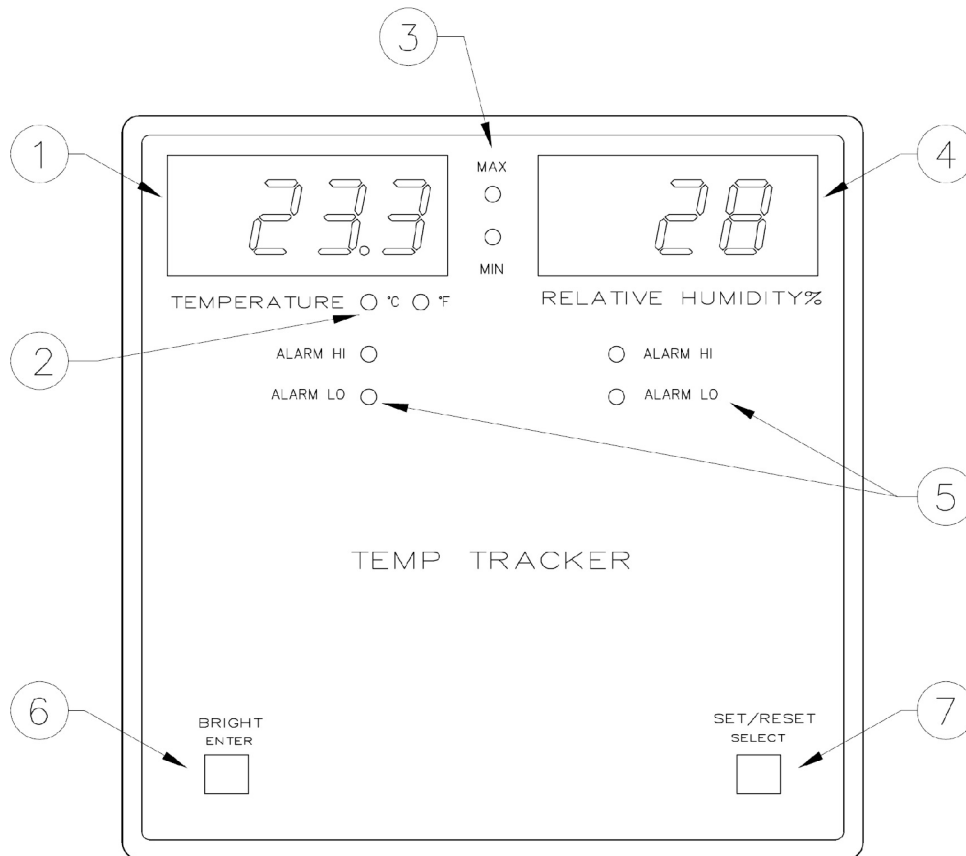
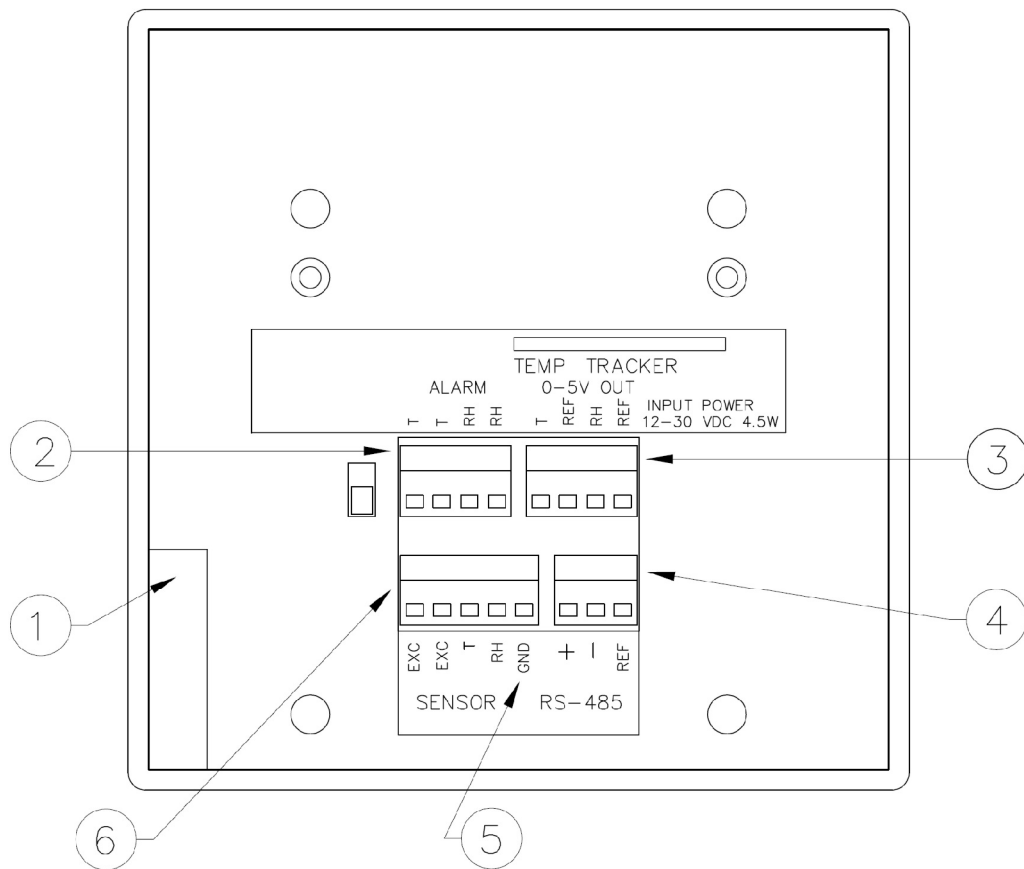
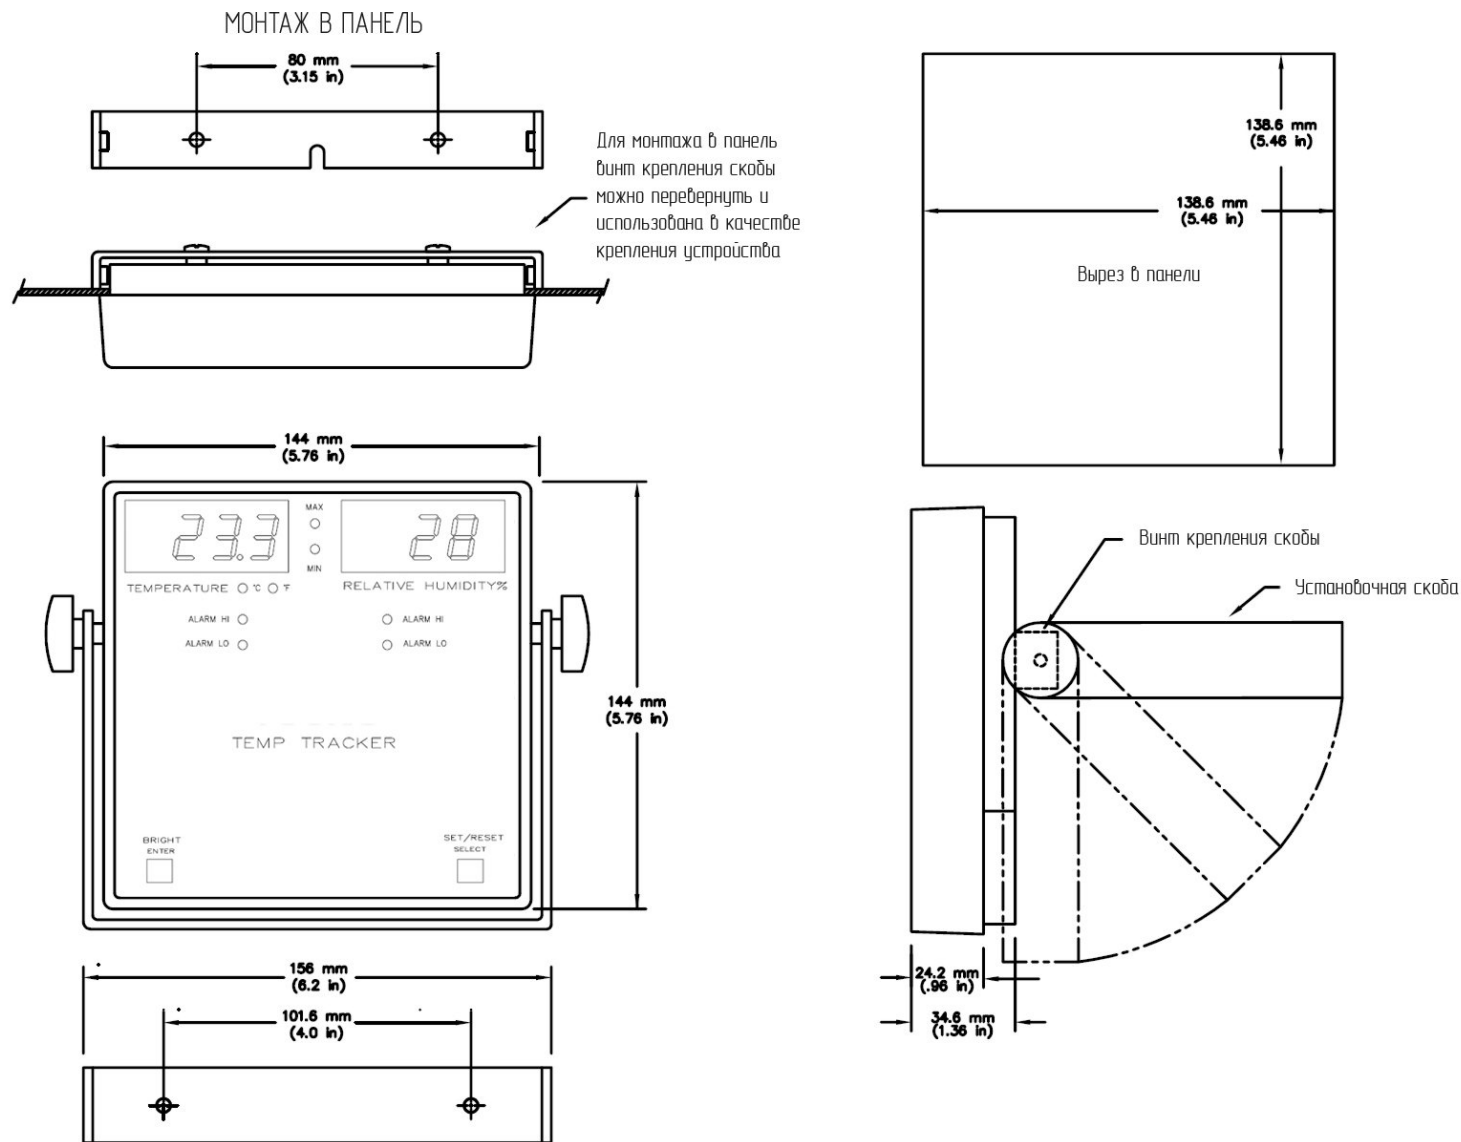

Рис. 5. TEMPTRACKER ВИД СПЕРЕДИ:
Рис. 6. TEMPTRACKER ВИД СЗАДИ:
Рис. 7 Габаритные размеры дисплея и размеры выреза для монтажа в панель.
Модель TEMPTRACKER является компактным дисплеем отображающим информацию о температуре и относительной влажности. В данном устройстве в качестве входных используются токовые аналоговые сигналы 4-20 мА, также имеется последовательный интерфейс ввода-вывода и сигнализация. Основные составляющие устройства показаны на *Рис. 5* и *Рис. 6*. Габаритные размеры дисплея представлены на *Рис. 7*.
Дисплей можно легко установить в перегородку или панель, если снять монтажные скобы (см. **Рис. 7**).
Функции сигнализации по температуре (Т) и относительной влажности (RH) устанавливаются отдельно. Оба режима могут использоваться одновременно. Когда режим сигнализации установлен, он отображается на дисплее. В момент наступления условий срабатывания одной из сигнализаций, индикаторы гаснут, соответствующие реле замыкаются и подается звуковой сигнал (если выбрана соответствующая опция). В случае если была выбрана временная задержка сигнализации, то после наступления условий срабатывания, сигнализации не произойдет до тех пор, пока не завершится период задержки. Сигнализация не сработает, если в период задержки датчик выдаст сигнал, не удовлетворяющий условиям срабатывания. Для “регистрации” сигнализации в таком случае необходимо использовать реле с блокировкой, подключаемое на соответствующие клеммы TEMPTRACKER (см. 6 **Рис. 6**).
TEMPTRACKER может быть использован как дополнительный дисплей (функция InP SEr **Таблица 3**). Дополнительный индикатор подключается к основному дисплею по интерфейсу RS-485, как показано на **Рис. 6**. Дополнительный дисплей отображает точно такую же информацию, что и основной дисплей. Опция MAX RESET и все установки (**Таблица 3**) производятся ТОЛЬКО на основном дисплее. Яркость может устанавливаться индивидуально. Имеется возможность подключения до 16 дополнительных дисплеев.